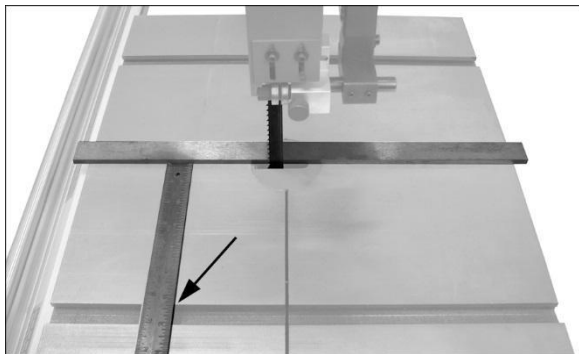

Рис.19
Удерживая рычаг натяжения пильного полотна в положении натяжения, приложите длинную линейку вплотную к ленте, убедившись, что она равномерно соприкасается к передней и задней сторонам пильного полотна. См. рис.19. Не отклоняйте лезвие, нажимая на него.
1. Используйте калибр или линейку (рис.19), чтобы тщательно измерить расстояние от края линейки до параллельного паза. Проведите измерения как спереди, так и сзади стола – они должны быть одинаковыми.